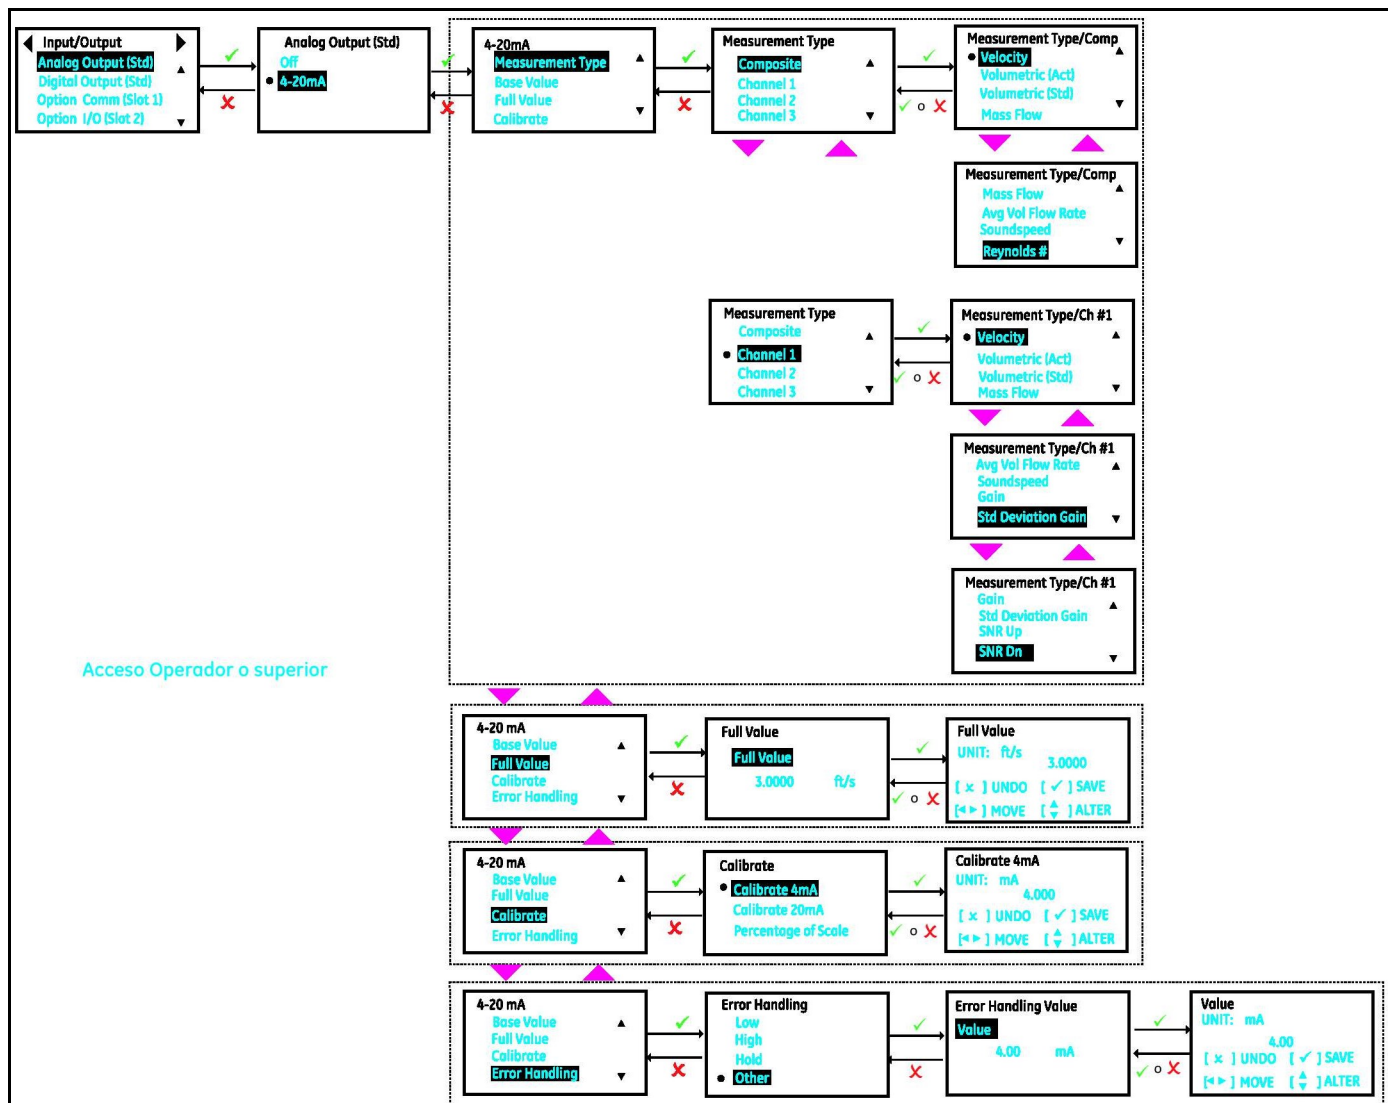
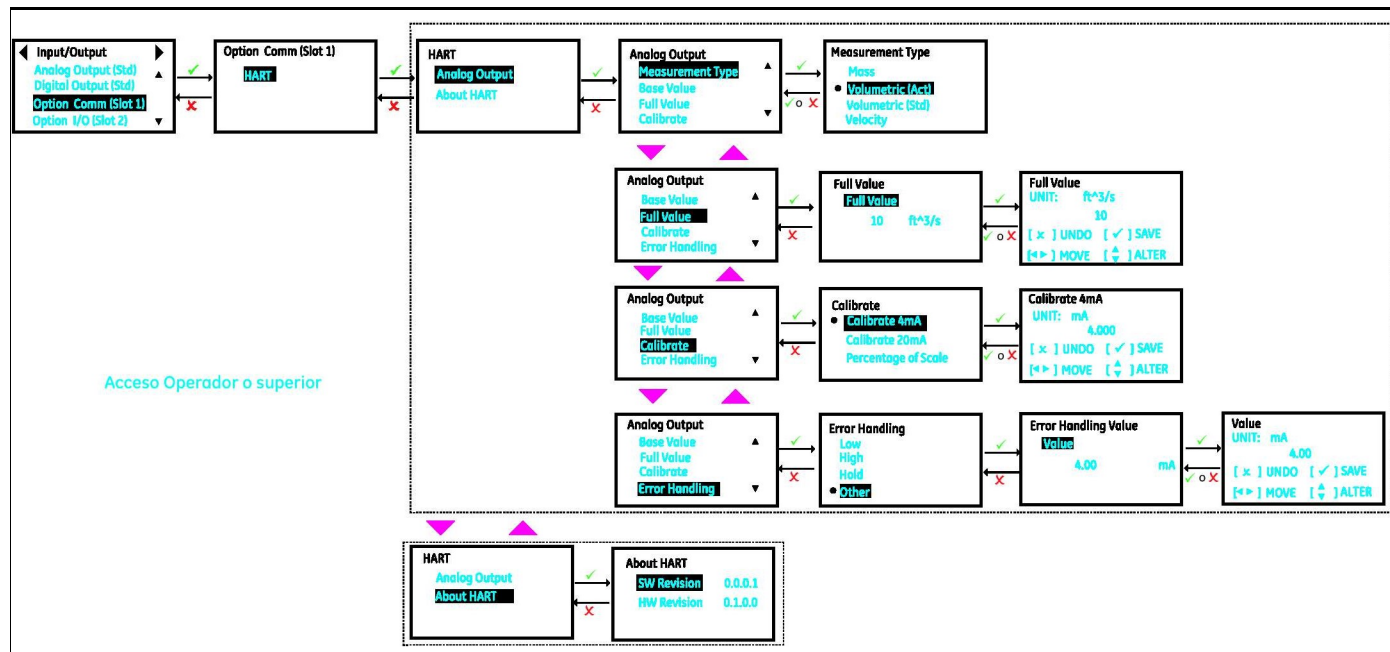

Figura 57: Configuración de una salida analógica
Figura 61: Option Slot-1 configurada como HART
3. Si conecta una salida analógica, seleccione la opción 4-20 mA. La Figura 57 muestra las opciones disponibles.
2. Puede establecer *Analog Output* con la opción HART. Consulte la Figura 61 y la Figura 57.